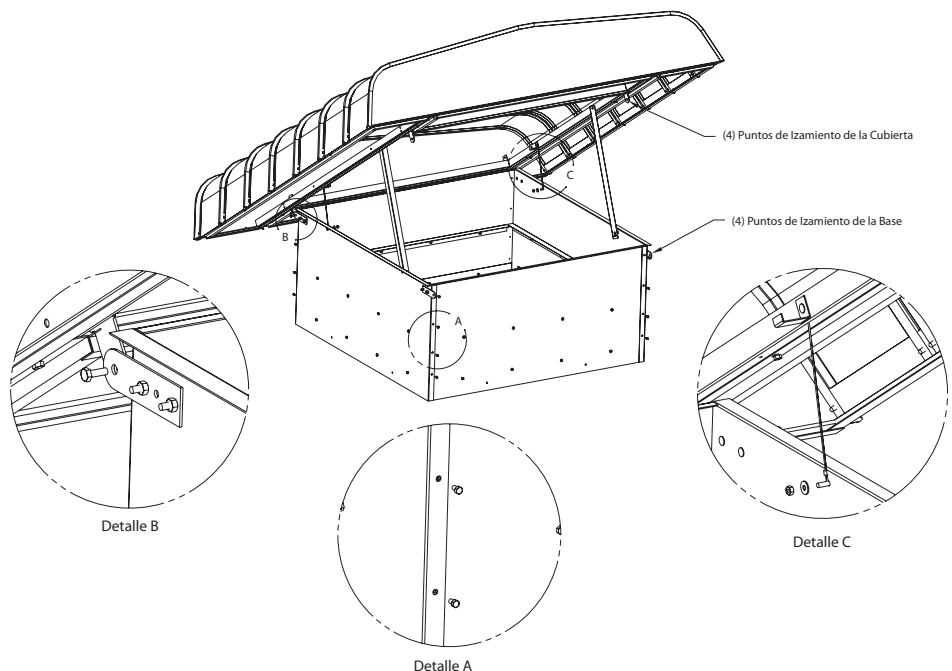

Figura 2 — Detalles de Instalación de la Base
**NOTA:** Consulte la Figura 2, para obtener detalles de instalación.
1. Use (12) tornillos de plancha N° 12 x 5/8 pulg. para fijar los tornillos de la parte inferior (3) a cada esquina de los lados de la base en la parte delantera y posterior, como se muestra en el Detalle A.
3. Levante la base por los (4) puntos de izamiento de la base hasta el techo y colóquela en la base de montaje de techo. Consulte la Figura 2, página 4, para conocer los puntos de izamiento de la base.
4. Fije el ventilador a la base de montaje de techo con un mínimo de (8) sujetadores (por terceros).
5. Levante la cubierta por los (4) puntos de izamiento de la cubierta hasta el techo y colóquela en la base. Consulte la Figura 2, página 4, para conocer los puntos de izamiento de la base.
6. Use (2) pernos de 5/16-18 x 3/4 y (2) tuercas de 5/16-18 para fijar el punto de articulación (que se encuentra fijado a la cubierta) a la base como se muestra en la Figura 2, página 4, Detalle B.
8. Debajo de la cubierta puede encontrar un cable de retención. En ambos lados de la base, mueva los (2) pernos y las tuercas, y fije un extremo del cable de retención a la base, como se muestra en la Figura 2, página 4, Detalle C.
9. Cierre la cubierta. Fije (2) pernos de 5/16-18 x 3/4 y (2) tuercas de 5/16-18 al punto de articulación.